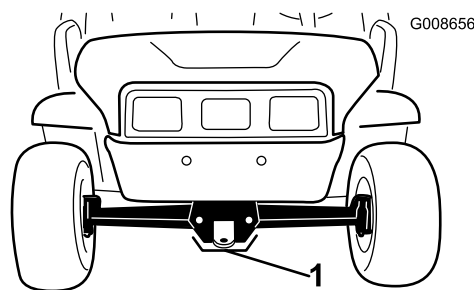

Рисунок 21
- Точка подъема в передней части машины находится в передней части рамы позади сцепного устройства для буксировки (Рисунок 21).